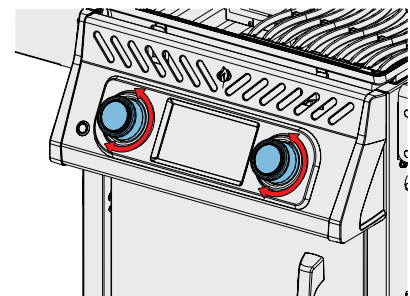

Fig. 3
5. Gebruik de knoppen of het scherm, afhankelijk van de modi, om de temperatuurinstellingen van de branders aan te passen. (Fig. 3)